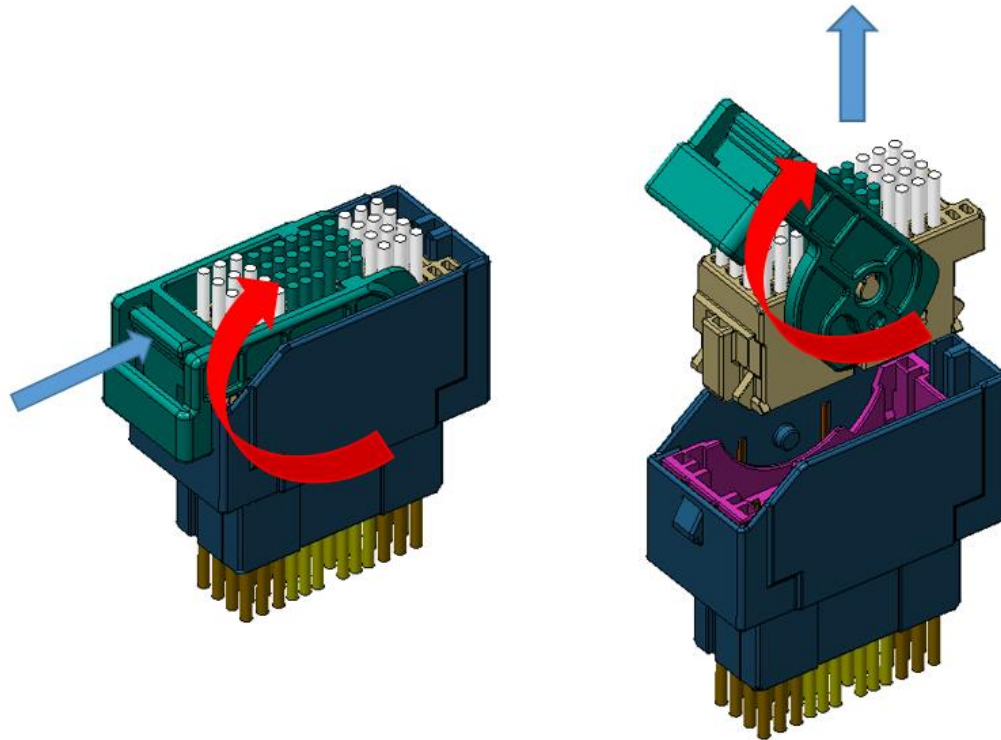

Fig. 14
- (1) Lever 를 눌러 lock 을 해제하시오.
- (2) 삽입 반대 방향으로 당기시오. (Fig. 14 참조)